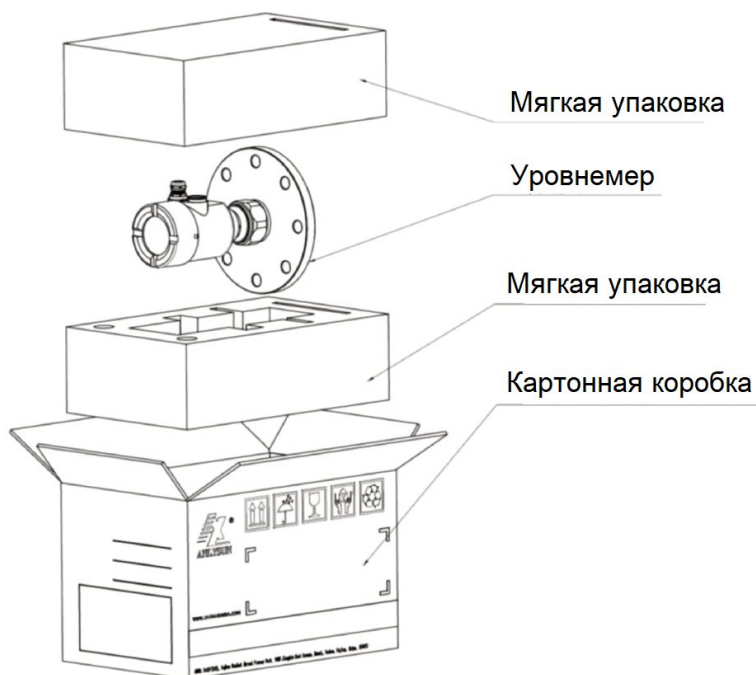

Рисунок 7 – Упаковка уровнемеров
1.6.1 Способ упаковки, транспортная тара, материалы, применяемые при упаковке, и порядок размещения соответствуют технической документации изготовителя (рисунок 7).